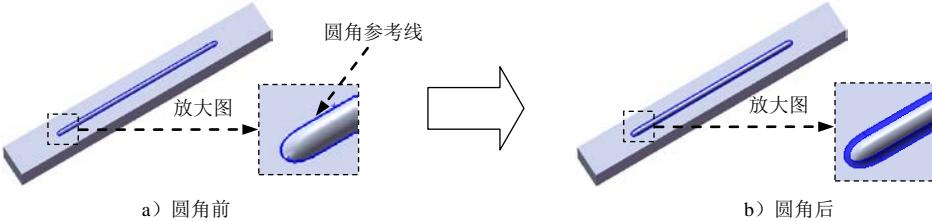
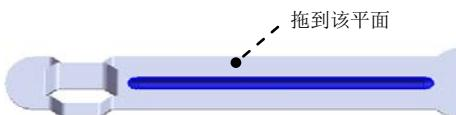

图 15.3.23 圆角 1
图 15.3.33 成形特征 3
Step7. 创建图 15.3.23 所示的圆角 1。
(1) 选择命令。选择下拉菜单 **插入(I)** → **特征(E)** → **圆角(U)...** 命令（或单
Step6. 创建图 15.3.33 所示的成形特征 3。
- (1) 单击任务窗格中的“设计库”按钮 ，打开“设计库”对话框。
- (2) 单击“设计库”对话框中的 节点，在设计库下部的列表框中选择“barrette_shaped_tool_04”文件并拖动到图 15.3.23 所示的平面，在弹出的“成形工具特征”对话框中单击 按钮。